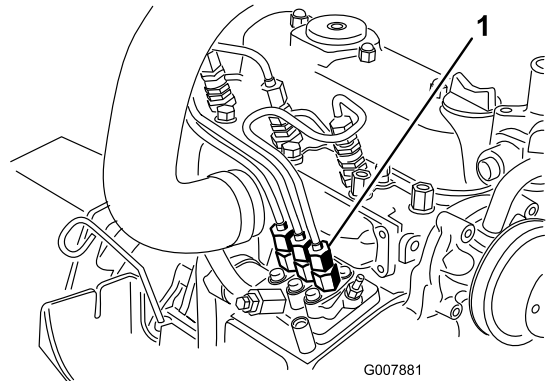

Figure 39
1. Placez un chiffon sous le raccord du tuyau allant de la pompe d'injection à l'injecteur n° 1 comme montré à la Figure 39.